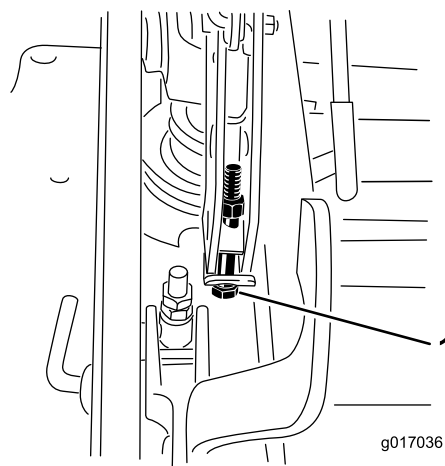

Figura 73
13. Se il piatto è troppo basso, serrate il bullone di regolazione da un punto unico ruotandolo in senso orario. Se il piatto è troppo alto, allentate il bullone di regolazione da un punto unico ruotandolo in senso antiorario (Figura 73).